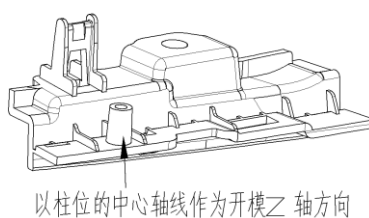

图 1-2 以柱位的中心轴线
2) 利用塑料制品上的圆柱面（包含孔，空心柱位）找正 Z 轴,如图 1-2 所示。